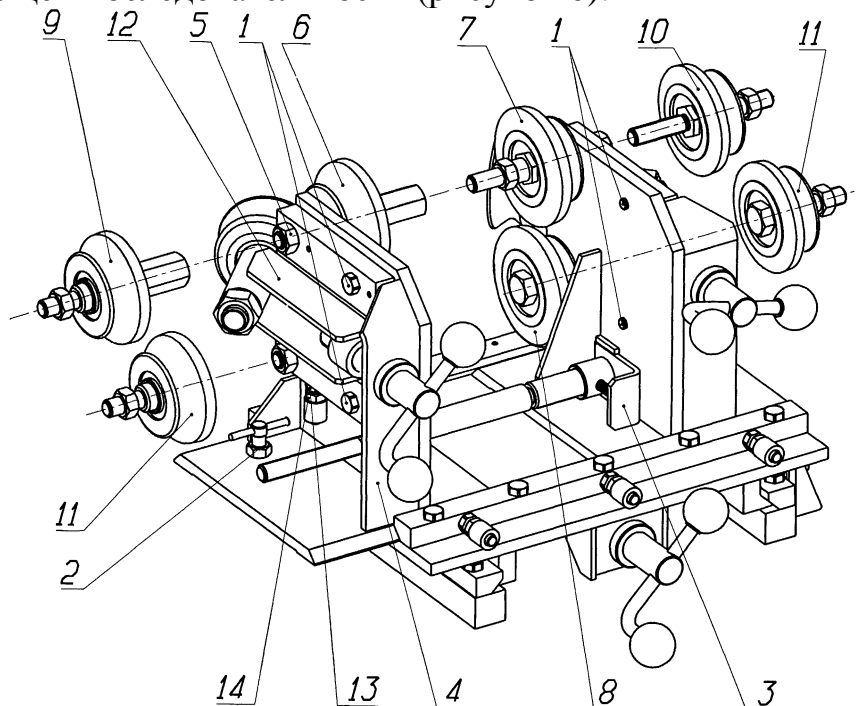

Рисунок 6 - Смена правильных роликов
7.8. Настройку станда для правки колёс автомобилей «Ока» производить в следующей последовательности (рисунок 6):